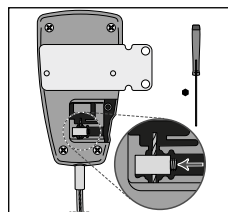

Fig. 6
5. Använd insexskruvsmejsel för att lossa säkerhetsskruven för konspetsen till tre varv och skjut kabelslutblocket för den inre kabeln (**se fig. 6**).